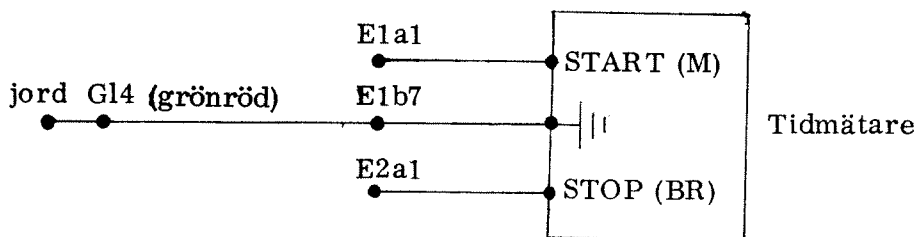

Bild 7
- Koppla upp enligt bild 7. (Se ritning SIEM-REL MS 14N117A-C i schemapärmen).